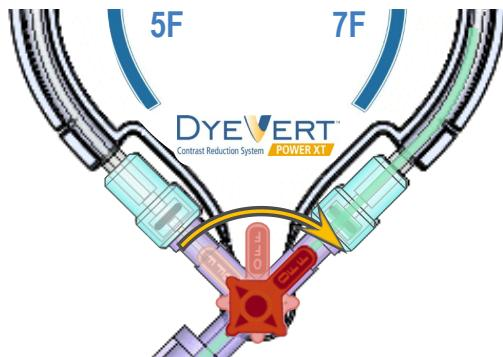

Bild 2 – Flödning av motsatt avledningsslang
- 6) Vrid *kranen för ventilval* till ventilens andra läge. (Se bild 2)